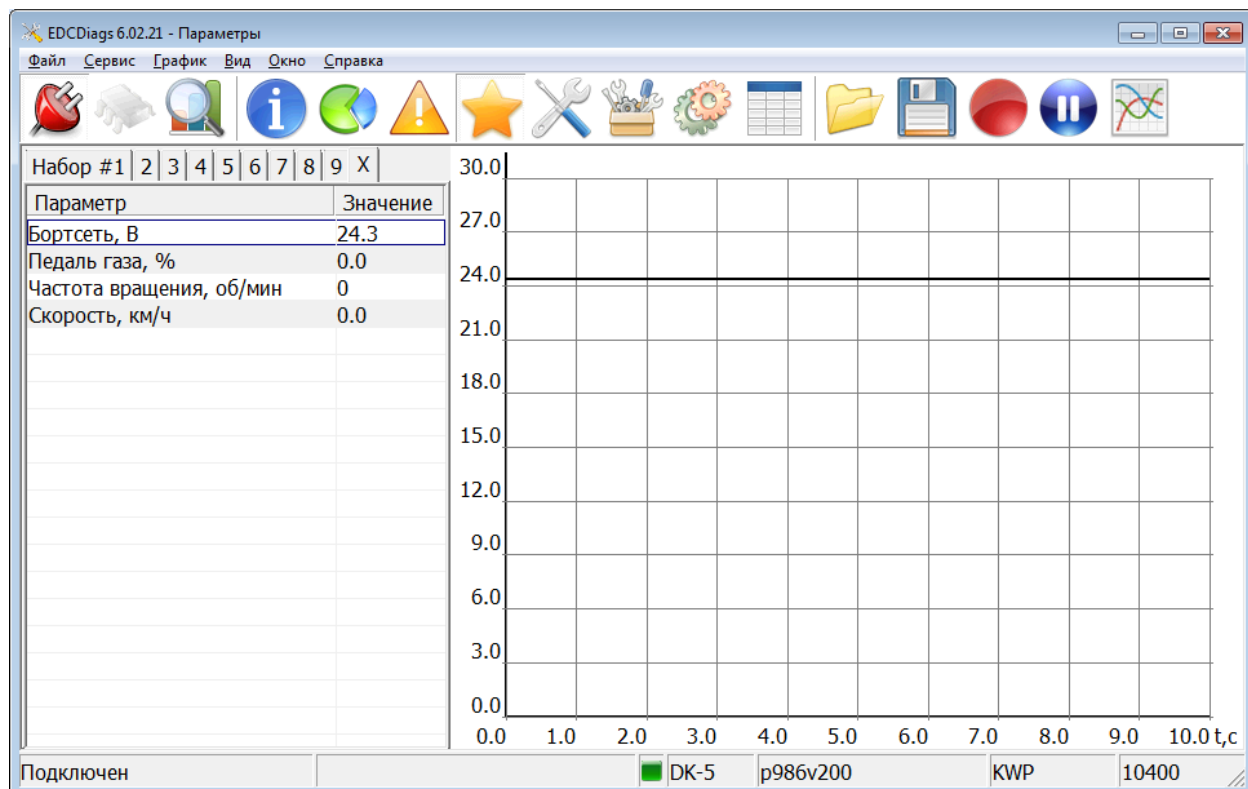

Рис. 3.6
3.7.1. Открыть вкладку «Параметры»  в основном окне программы EDCDiags (Рис. 3.6.).